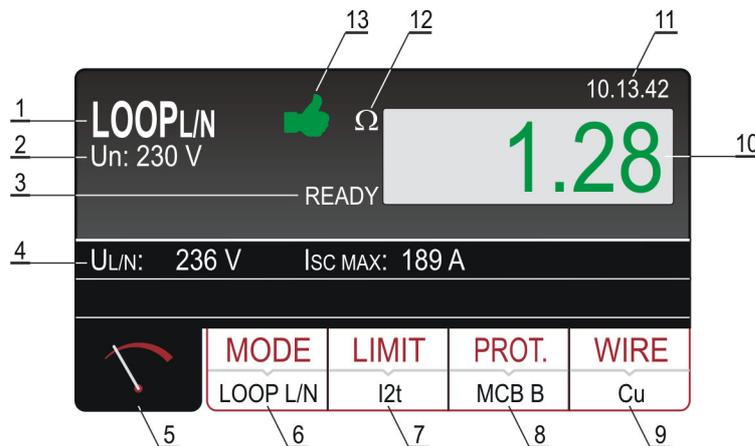

Abb. 22: Bildschirmseite mit dem Testergebnis LOOP L/N
- 8) Das Testergebnis (Fehlerstrom-Impedanz) wird in grün angezeigt, vom grünen Symbol und einem kurzen Signalton begleitet, wenn der gemessene/berechnete ISC Wert dem Grenzmodus und den anderen eingegebenen Parametern entspricht. Falls der gemessene/berechnete ISC Wert dem Grenzmodus und den anderen eingegebenen Parametern nicht entspricht, wird das Ergebnis in rot erscheinen, vom roten Symbol und einem längeren Signalton begleitet. Die Abbildung 22 zeigt ein Beispiel der Bildschirmseite mit den Messergebnissen.